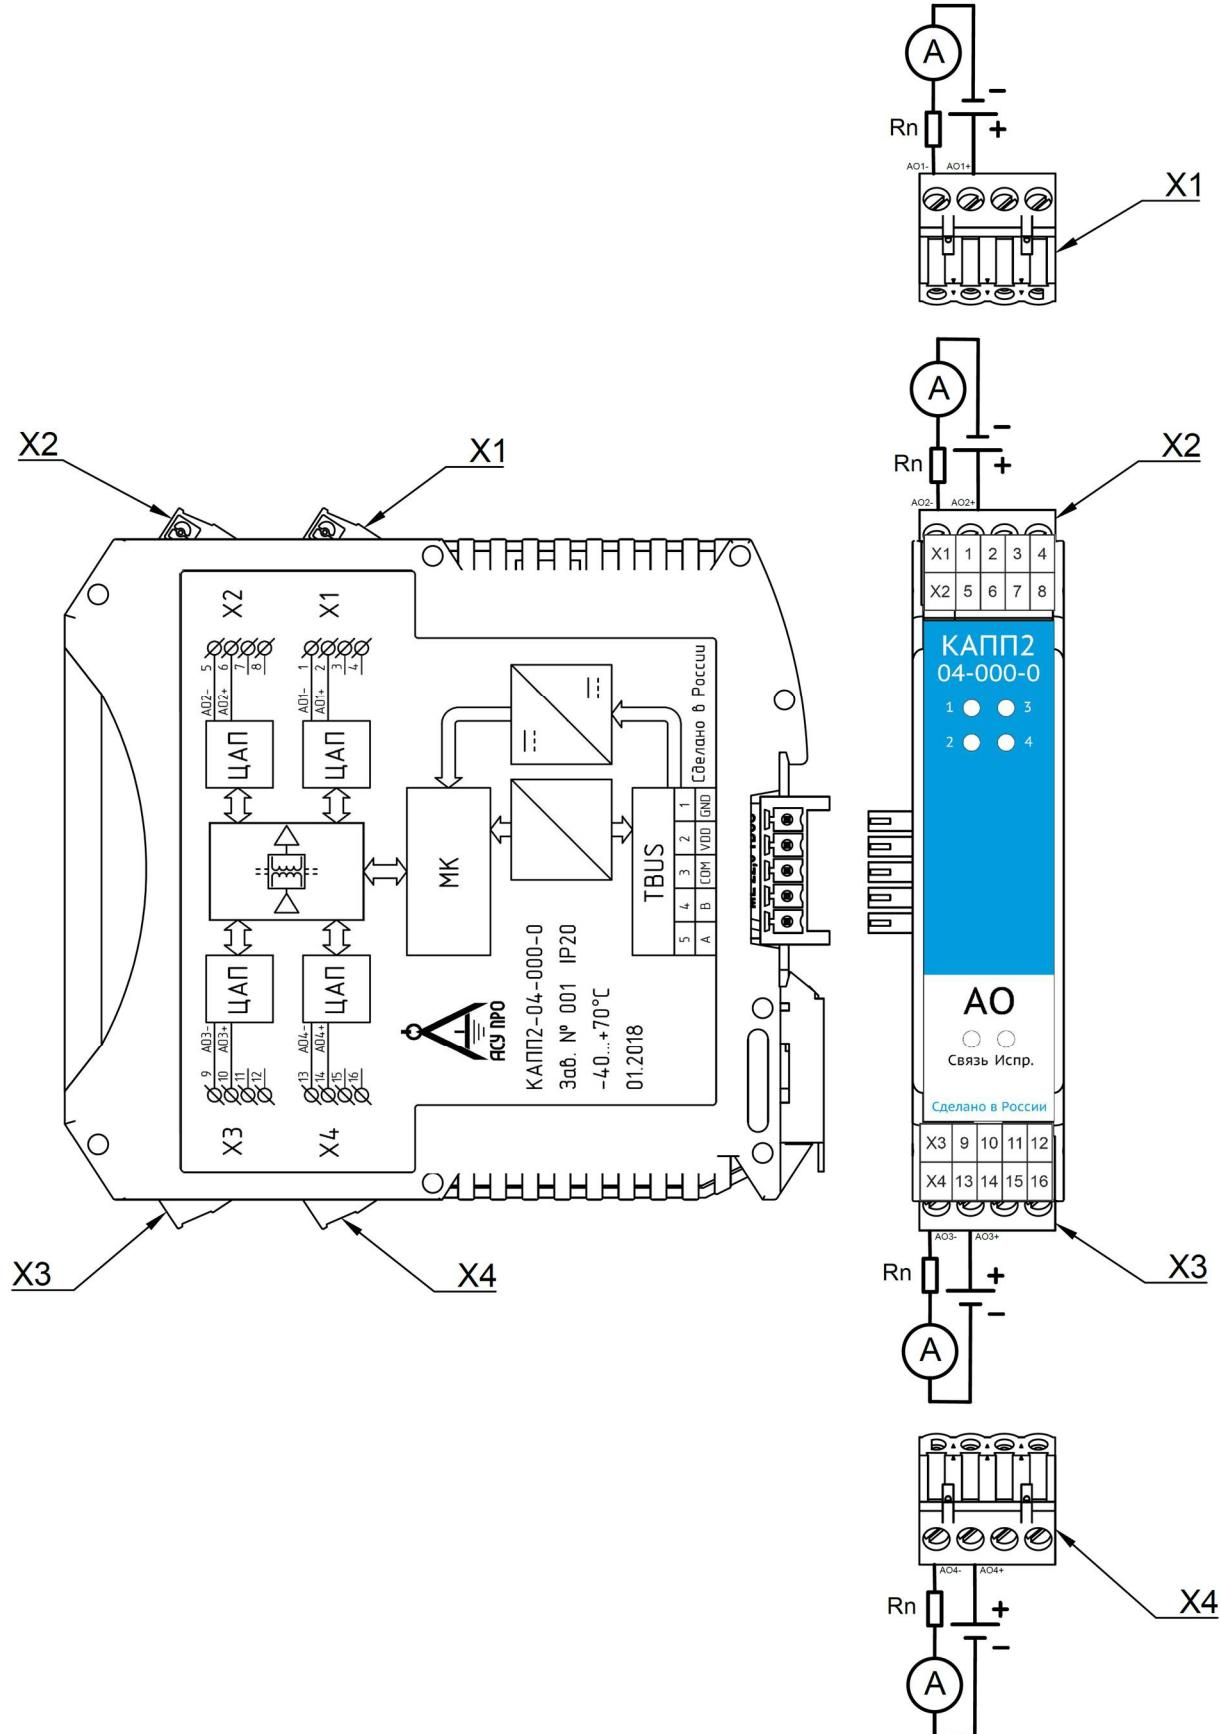

Рисунок 2 – Схема соединений модуля КАПП2-04-000-0
2.2.2.1 Питание модуля следует осуществлять от локального блока питания подходящей мощности, установленного совместно с модулем в шкафу электрооборудования. Во внешней цепи блока питания рекомендуется установить выключатель, обеспечивающий отключение модуля от сети. Подключение питания осуществляется через шину TBUS (см. рисунок 2).